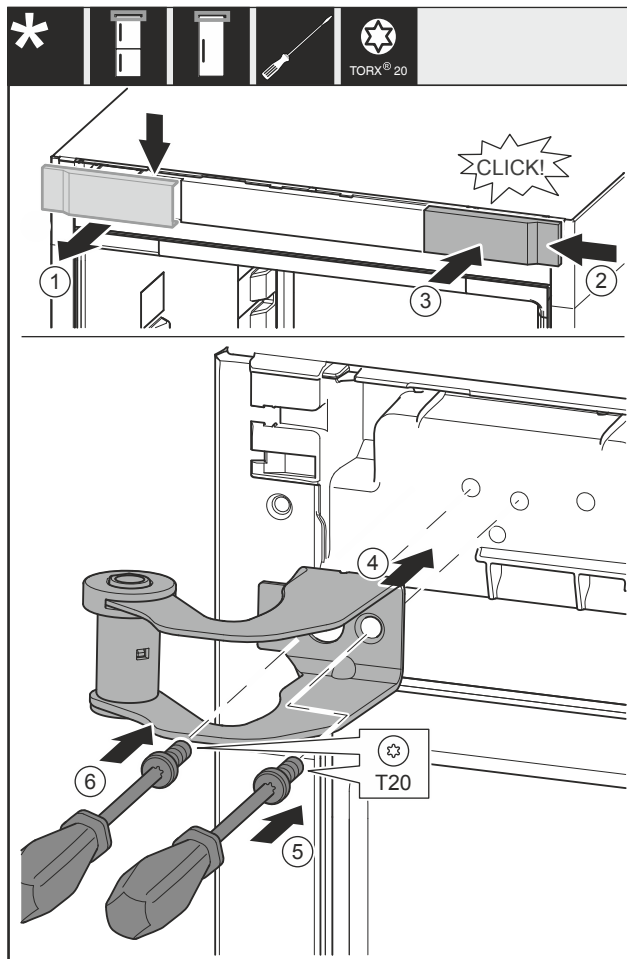

Fig. 15
- ▶ Vegye ki felülről a fedelet Fig. 15 (1) előre felé.
- ▶ Akassza be a fedelet Fig. 15 (2) 180°-kal elfordítva a másik oldalra jobb felől.
- ▶ Pattintsa be a fedelet Fig. 15 (3).
- ▶ Helyezze fel a felső csapágybakot Fig. 15 (4).
- ▶ Húzza meg a csavart Fig. 15 (5).
- ▶ Húzza meg a csavart Fig. 15 (6).